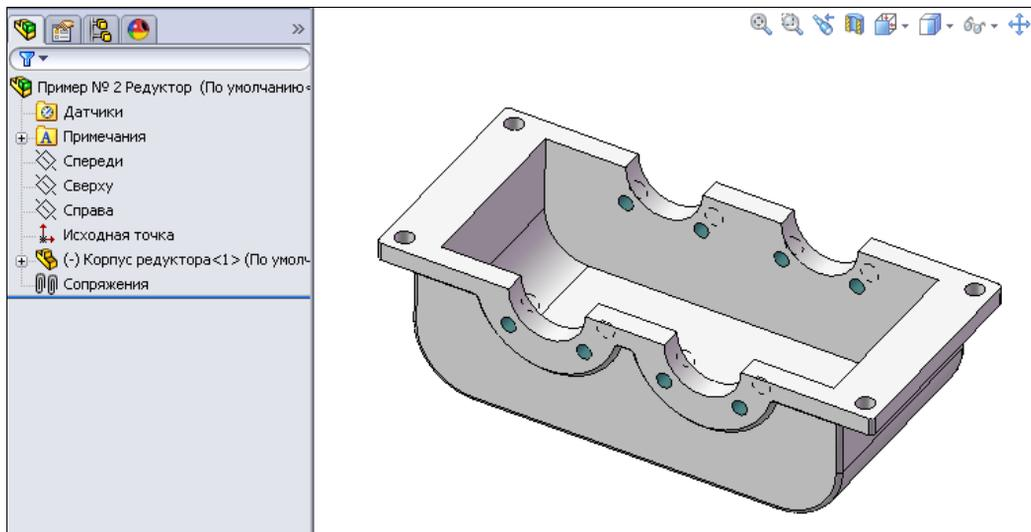

Рис. 6.27
4. Теперь перевернем деталь, для чего воспользуемся кнопкой  — **Вращать компонент** панели инструментов **Сборка** (рис. 6.27).